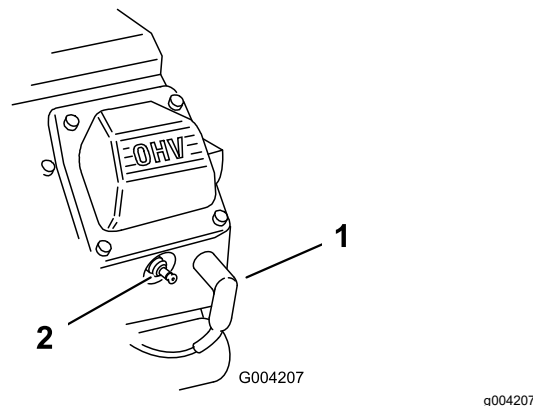

Figure 48
2. Débranchez les fils des bougies (Figure 48).
3. Rebranchez les fils des bougies (Figure 48).